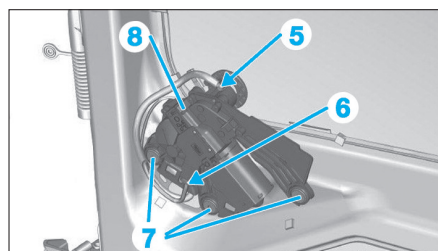

Fig. 68
- Débrancher le tuyau de lave-vitre extérieure (3).
- Déposer la bague écrou (4).
- Ouvrir la porte et déposer la garniture du moteur d'essuie-vitre arrière (Fig.68).
- Débrancher le tuyau de lave-vitre intérieur (5)
- Débrancher le connecteur du mécanisme (6).
- Percer les têtes des rivets (7) à l'aide d'un foret 8 mm.
- Déposer le moteur d'essuie-vitre (8).